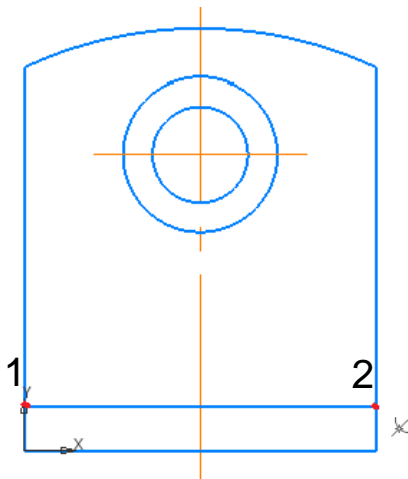

Рисунок 9
- Нажмите клавишу <Shift> (для временного черчения ортогональных линий) и, удерживая ее нажатой, укажите конечную точку отрезка (точку 2), расположив ее на вертикальном отрезке с помощью привязки Пересечение.(рисунок 9)